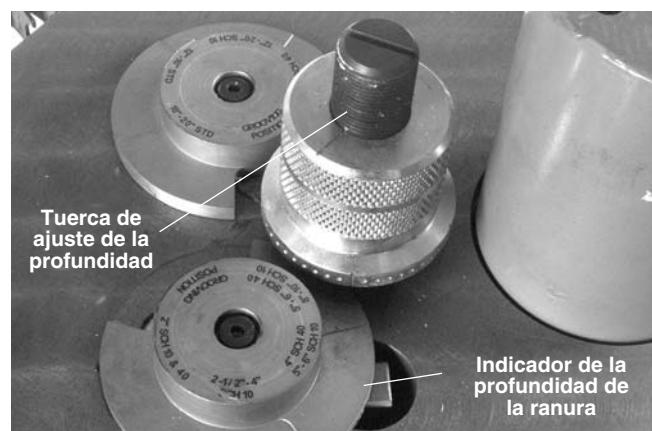

Figura 15
- Coloque la sección correcta del indicador debajo de la tuerca de ajuste (Figura 15).